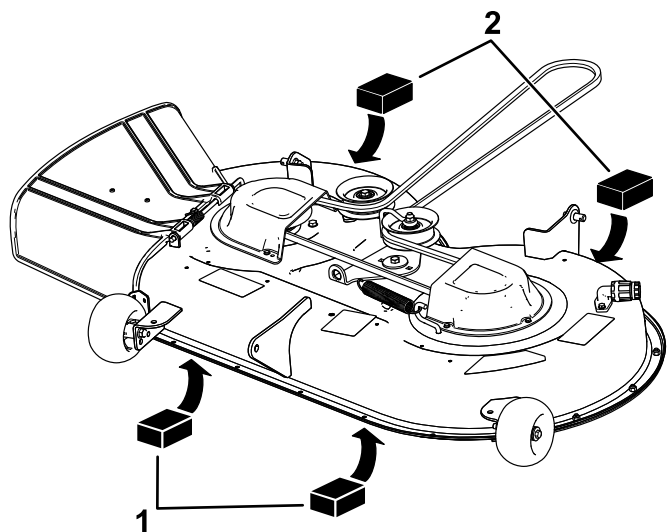

Рисунок 67
4. Установите 2 подставки толщиной по 6,6 см под каждую сторону передней кромки деки, но не под кронштейны защитного валика (Рисунок 67).
5. Установите 2 подставки толщиной по 7,3 см под заднюю кромку фартука режущей деки, по одной на каждой стороне режущей деки (Рисунок 67).